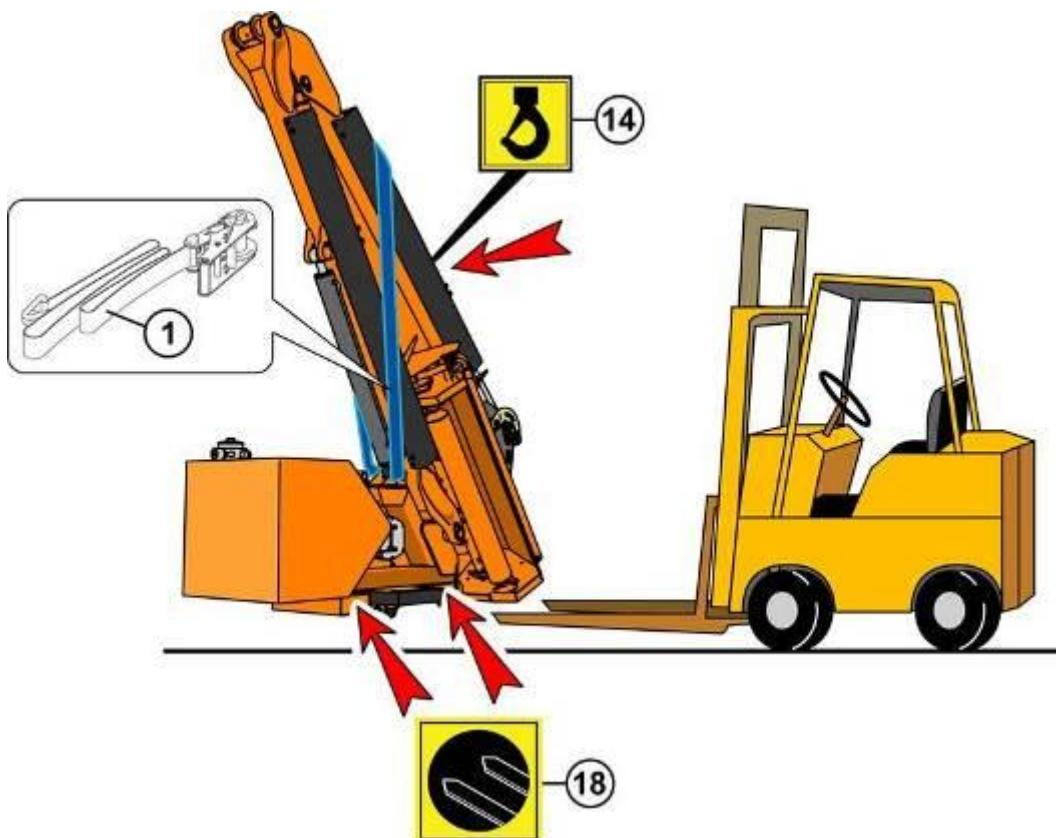

РИС. 4.1
Для подъема оборудования используйте ремни или цепи, способные выдержать вес оборудования. Крюки подъемника должны быть закреплены в пазах, обозначенных на оборудовании специальными наклейками. (РИС. 4.1).
Для подъема мульчера используйте лебедку или кран с грузоподъемностью, соответствующей весу оборудования. Ремни или цепи должны быть закреплены в пазах, обозначенных наклейкой 14 (РИС. 4.1). Оборудование также может быть размещено на деревянный паллет и поднято на нем. Такой способ подъема должен быть осуществлен с помощью вилочного погрузчика, вилки должны быть размещены в местах, обозначенных наклейкой 18, после полного складывания стрел и крепления их к раме с помощью специальной цепи (1) (РИС. 4.1). Эти операции должны выполняться только квалифицированными операторами погрузчиков.